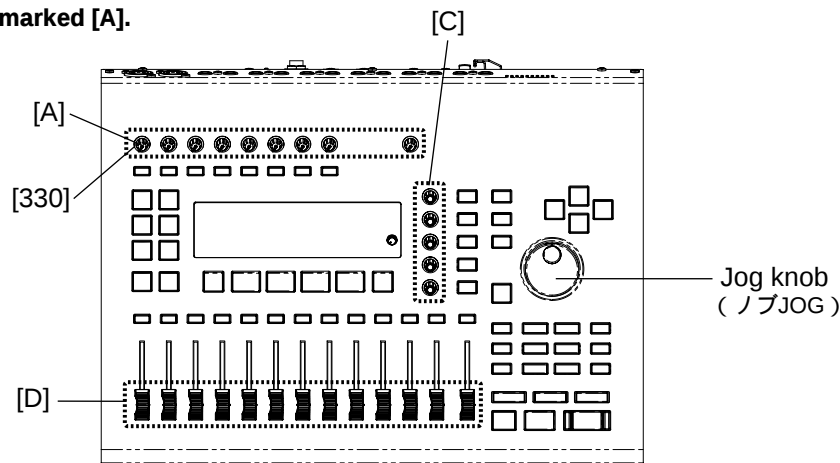

Fig.4(図4)
- 4-1 Remove the nine (9) fader knobs marked [A] and the nine (9) GAIN spacers marked [330] from the control panel side. (Fig.4)
- 4-1 コントロールパネル面より、[A]のノブ9個と[330]のスペーサー GAIN9個を外します。(図4)
- 6-1 Remove the JOG knob, the five (5) encoder knobs marked [C] and the thirteen (13) faderknobs marked [D] from the control panel side. (Fig.4)
- 6-1 コントロールパネル面より、ノブJOG と[C]のエンコーダノブ 5 個、[D]のフェーダーノブ 13 個を外します。(図 4)
付属のネジ2本を使って、CD-RWドライブを固定します(上図4)。
CD-RWドライブを固定している2本のネジを取り外し、CD-RWドライブを引き出します(上図4)。